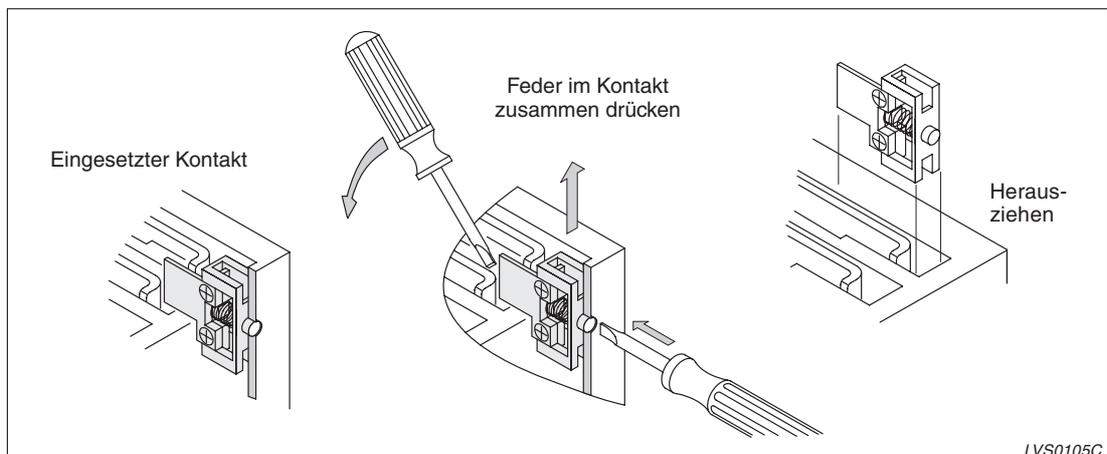

Abb. 4-41: Ausbau des Überbrückungskontaktes aus der Klemmenleiste
- ⑥ Führen Sie einen schmalen Kreuzschlitzschraubendreher in die Öffnung der Klemmenleiste und hebeln Sie den SBC-Kontakt vorsichtig heraus (siehe Abb. 4-41).